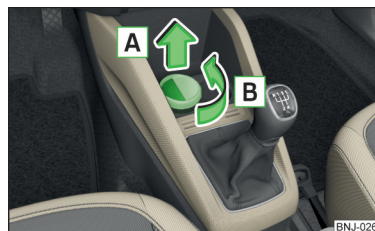

Fig. 72
- **Estrarre** il posacenere in direzione della freccia **A** » fig. 72.